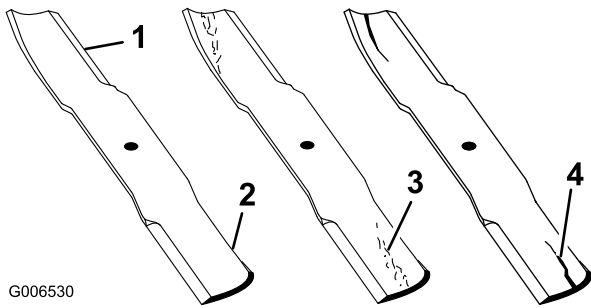

Bild 52
1. Untersuchen Sie die Schnittkanten (Bild 52).
2. Prüfen Sie die Schnittmesser, insbesondere den gebogenen Bereich (Bild 52).
Hinweis: Montieren Sie ein neues Messer, wenn Sie Schäden, Verschleiß oder Rillenbildung in diesem Bereich feststellen (Punkte 3 und 4 in Bild 52).